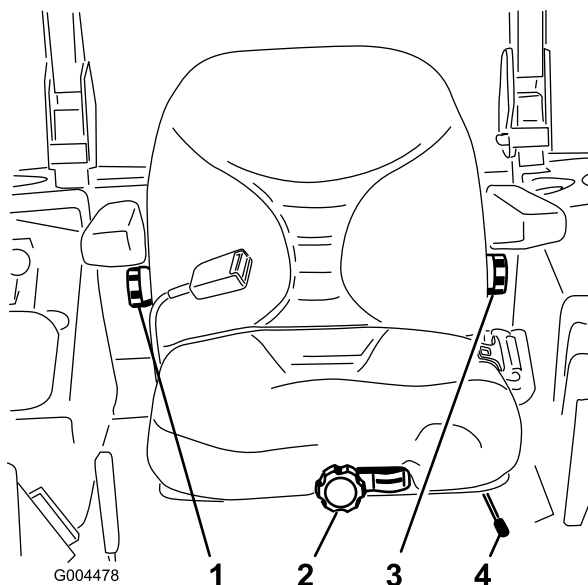

図 14
1. 調整は、レバーを横に動かしてシートのロックを解除して行う(図 14)。
運転席に座らずに、座席前部にあるノブを、オペレータの体重に合わせてセットします(図 14)。
調整は、右側アームレストの下にあるノブを回して行います(図 14)。
調整は、左側アームレストの下にあるノブを回して行います(図 14)。